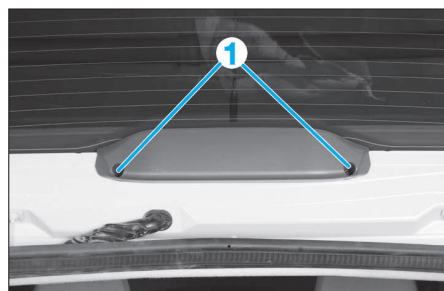

FIG. 96
• Déposer les vis de fixation (1) (Fig.96).